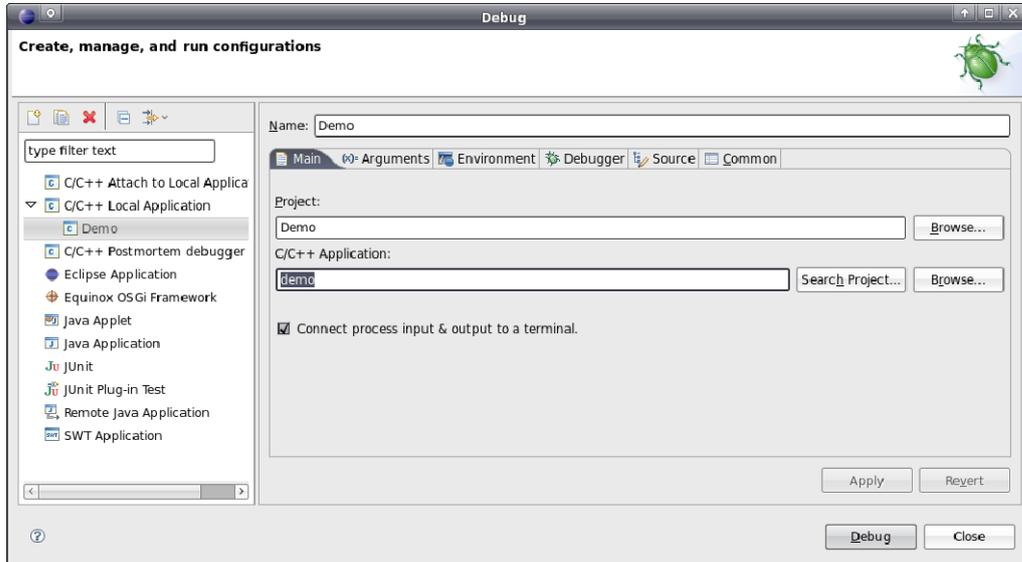

Bild 54: Festlegen der zu debuggenden Applikation
Die Konfiguration des Debuggers in der IDE ist nur einmalig beim ersten Aufruf notwendig. Die Konfiguration erfolgt innerhalb von "Eclipse" über den Menüpunkt `"Run -> Debug..."`. Dadurch wird der im Bild 54 dargestellte Konfigurationsdialog geöffnet. Hier sind folgende Schritte auszuführen:
2.1 Festlegen des im Debugger auszuführenden Programms (siehe Bild 54)